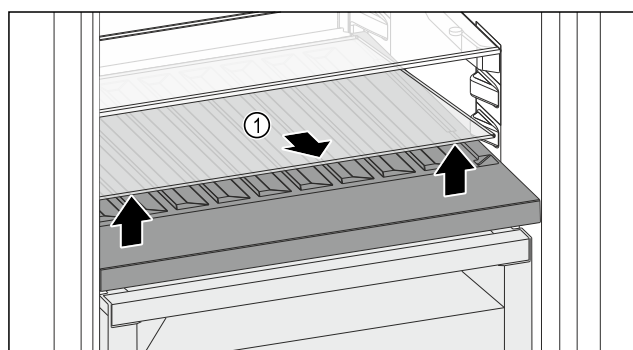

Fig. 124
- ▶ Скористайтесь пазом спереду, щоб підняти скляну полицю Fig. 124 (1) і вийняти її.
- ▶ Безпечно зберігайте скляну полицю Fig. 124 (1) за межами пристрою.